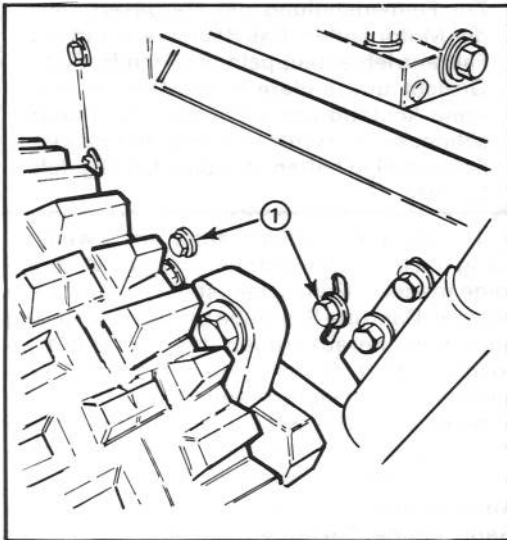

Abbildung 27
3. Die vier (4), den Getrieberahmen and den Motorrahmen befestigenden Kopfschrauben (2 auf beiden Seiten) lösen (Abb. 27).